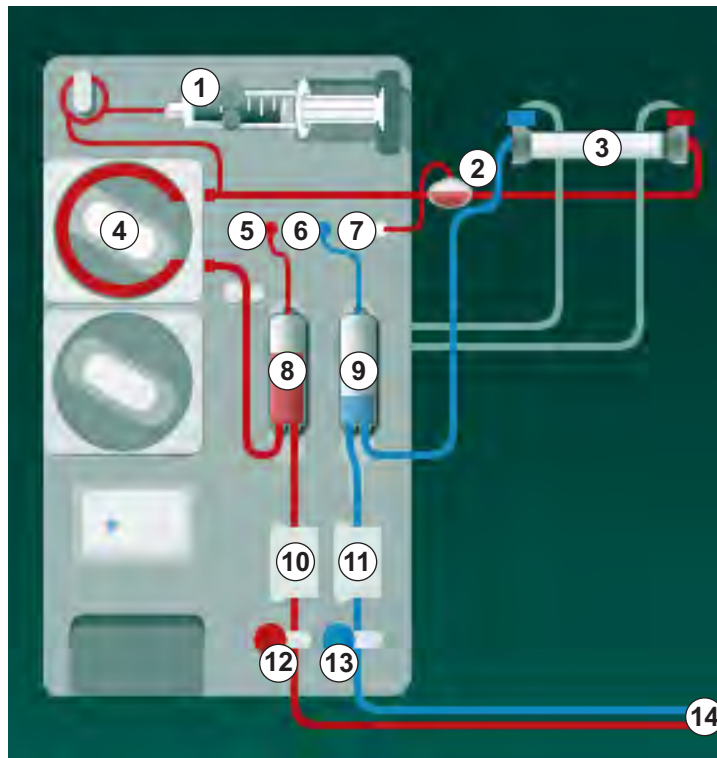

Fig. 9-3 Inserção do sistema de linhas de sangue - Unipunção Cross-Over
1. Coloque o dialisador (Fig. 9-3, ③) no suporte do dialisador (consulte a secção 5.6 Conexão do dialisador (99)).
- 5 Sensor de pressão arterial (PA)
- 6 Sensor de pressão venosa (PV)